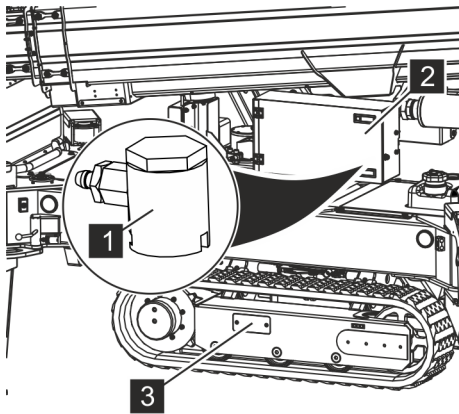

Abb. 212: Schiebekupplung
2. ➤ Die Schiebekupplung (Abb. 212/1) aus dem Hydrauliksteuerkasten (Abb. 212/2) entnehmen.
3. ➤ Wartungsdeckel (Abb. 212/3) abschrauben.